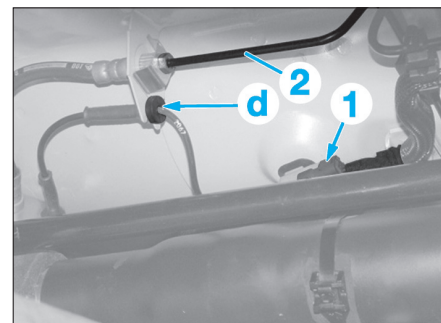

Fig. 75
- Débrancher les capteurs d'ABS (1) (Fig.75).
- Désaccoupler les raccords hydrauliques (2) de frein fixés sur caisse puis les obturer.